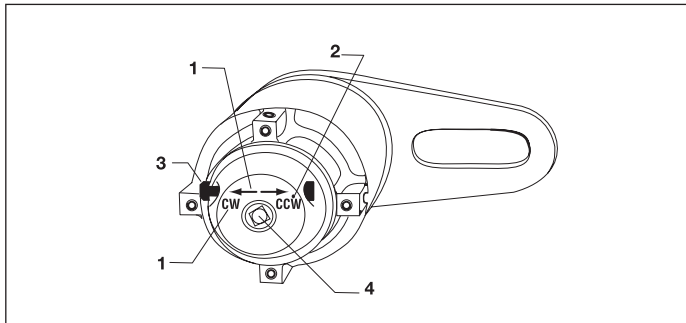

Fig. 3, Inngangsende, utsnitt (vist med innstilling for rotasjon med klokken)
1. Når du bruker en STRØMdrevet inngang, må velgerspaken låses i nøytral stilling ved bruk av setteskruen (Fig. 3, Del 2).
Velgerspak (Fig. 3, Del 3) må settes i nøytral posisjon, og nøytral posisjons setteskrue (Fig. 3, Del 3) må strammes til for å låse velgerspaken for kraftdrevets virkning. Den kontrollerer momentforsterkerens rotasjonsretning for manuelt påført inngang. (Ikke tilgjengelig på modellene E290+, E291, E391). Ikke bruk pneumatisk verktøy for kraftdrev, da dette kan føre til skade på forsterkerens drev
2. Sett ønsket rotasjonsretning ved å skyve velgerspaken (Fig. 3, Del 3) i retningen som indikeres av bokstavene og retningspilene preget på inngangsenden (Fig. 3, Del 1). EKSEMPEL: "CCW" for rotasjon mot klokken, trykk spaken helt over i den retning som indikeres av pilen "CCW". For rotasjon med klokken, skyves spaken i motsatt, "CW" retning. (Ikke tilgjengelig på modellene E290+, E291, E391).
Anti-backlashmodeller: bruk en muttertrekker til å sette på nok inngangsmoment til å løse den indre anti-backlashinnretningen, behold momentinngangen og skyv velgerspaken (Fig. 3, Del 3) til motsatt stilling (EKSEMPEL: Spaken satt i stillingen "CW" må tilbakestilles til stillingen "CCW"). Slipp sakte opp inngangsmomentet. (Ikke tilgjengelig på modellene E290+, E291, E391).
Bruk en godkjent ikke-slags kraftdrev kun med modellene: (E391, E392, E393, E492, E493, E494 eller E495). **Lås velgerspaken i Nøytral** posisjon ved å sentrere den mellom "CCW" og "CW" og stramme til setteskruen (Fig. 3, Del 2).